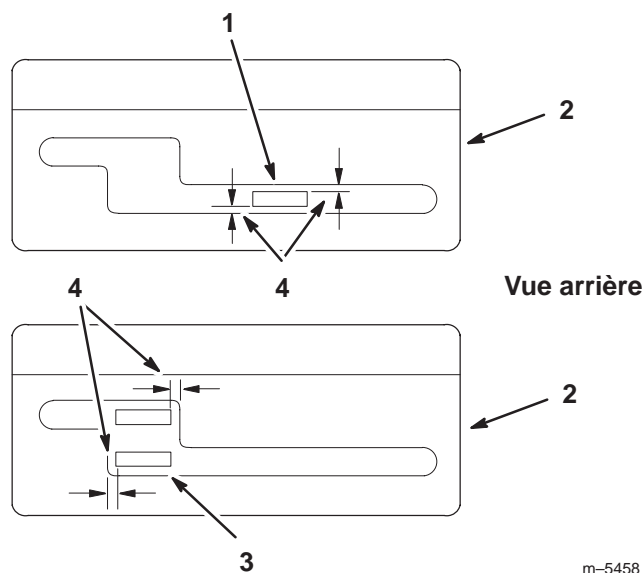

Figure 5
4. Sélectionnez le deuxième rapport et vérifiez l'alignement du levier dans l'encoche de la plaque de changement de vitesse. L'espace entre le haut et le bas du levier doit être égal (Fig. 5).
6. Sélectionnez le point mort et vérifiez l'alignement du levier dans l'encoche de la plaque de changement de vitesse. L'espace de chaque côté du levier doit être égal (Fig. 5).